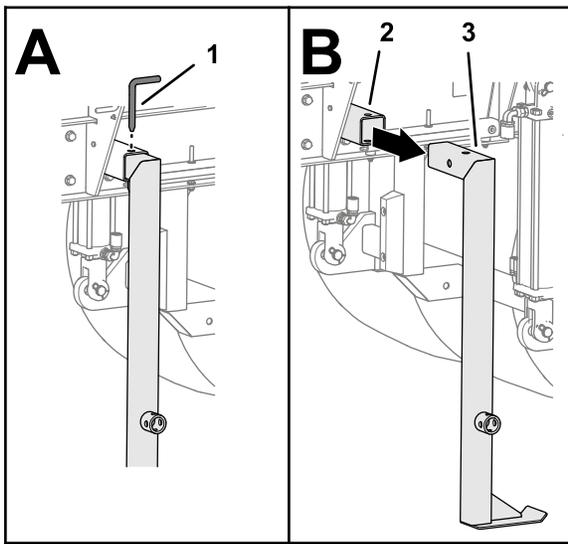

图 25
4. 从后千斤顶支柱卸下千斤顶支柱销然后从支柱管卸下千斤顶支柱图 25。